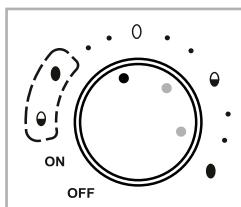

Abb. 3
- Wählen Sie den **mittleren** Punkt des jeweiligen Bereichs (Abb. 3), wenn Sie 7 kühlenschrankkalte, durchschnittlich große Eier (Größe M/L) kochen wollen: